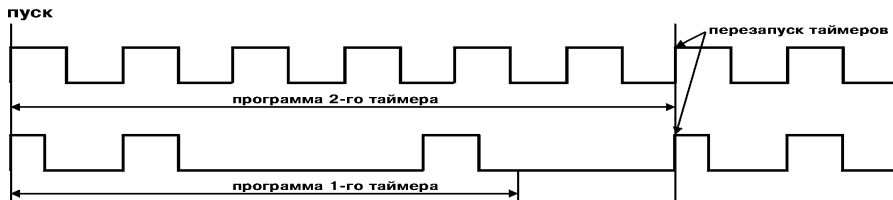

Рис. 17
3.1.7.4. При «rEst»=3 оба таймера перезапустятся после окончания выполнения программы таймера 2 (рис. 17).